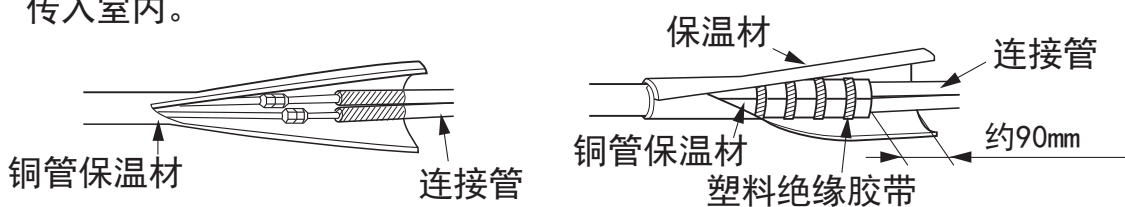

图20
- (1) 将保温材与铜管的开口保温套一起用塑料绝缘胶带裹紧
- (2) 包住铜管保温材切口后，并用塑料绝缘胶带均匀缠绕封裹。
- 塑料绝缘胶带缠绕时，请勿过紧；缠绕过紧可能会导致露水产生。（如图20）